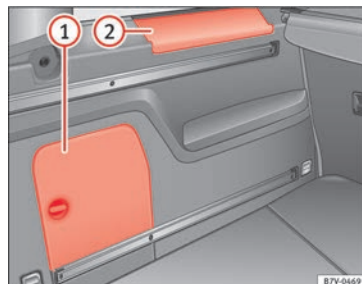

Fig. 187 Dans le coffre à bagages : rangement latéral.
Sur le côté du coffre se trouvent d'autres rangements » **fig. 187** ① et ②. Pour ouvrir le »